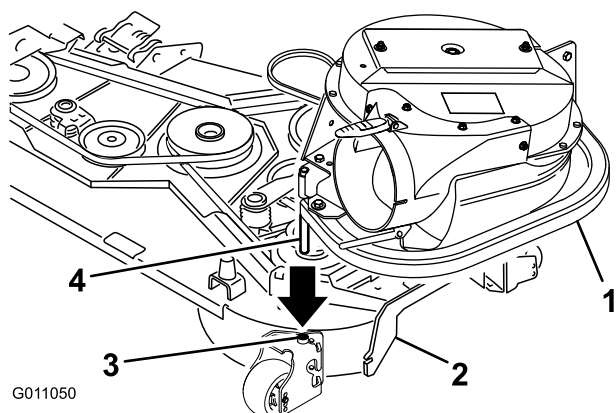

Figura 16
- Deslize a cavilha da estrutura do soprador para o orifício da articulação (Figura 16).